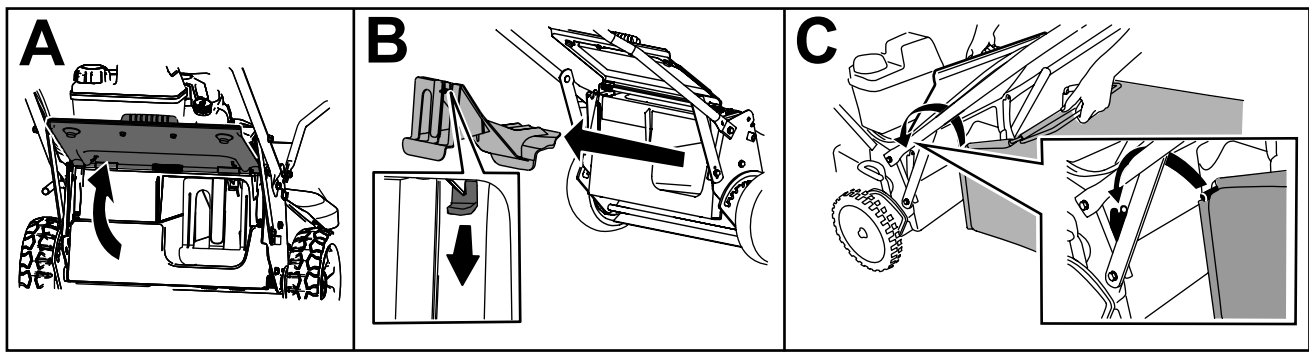

Figura 21
1. Levante y sujete el deflector trasero (Figura 21, A).
2. Retire el tapón de descarga trasera tirando hacia abajo en el enganche con el dedo pulgar y extrayendo el tapón de la máquina (Figura 21, B).
3. Instale la varilla de la bolsa en las muescas de la base del manillar y mueva la bolsa hacia adelante y hacia atrás para verificar que la varilla está asentada en el fondo de cada muesca (Figura 21, C).